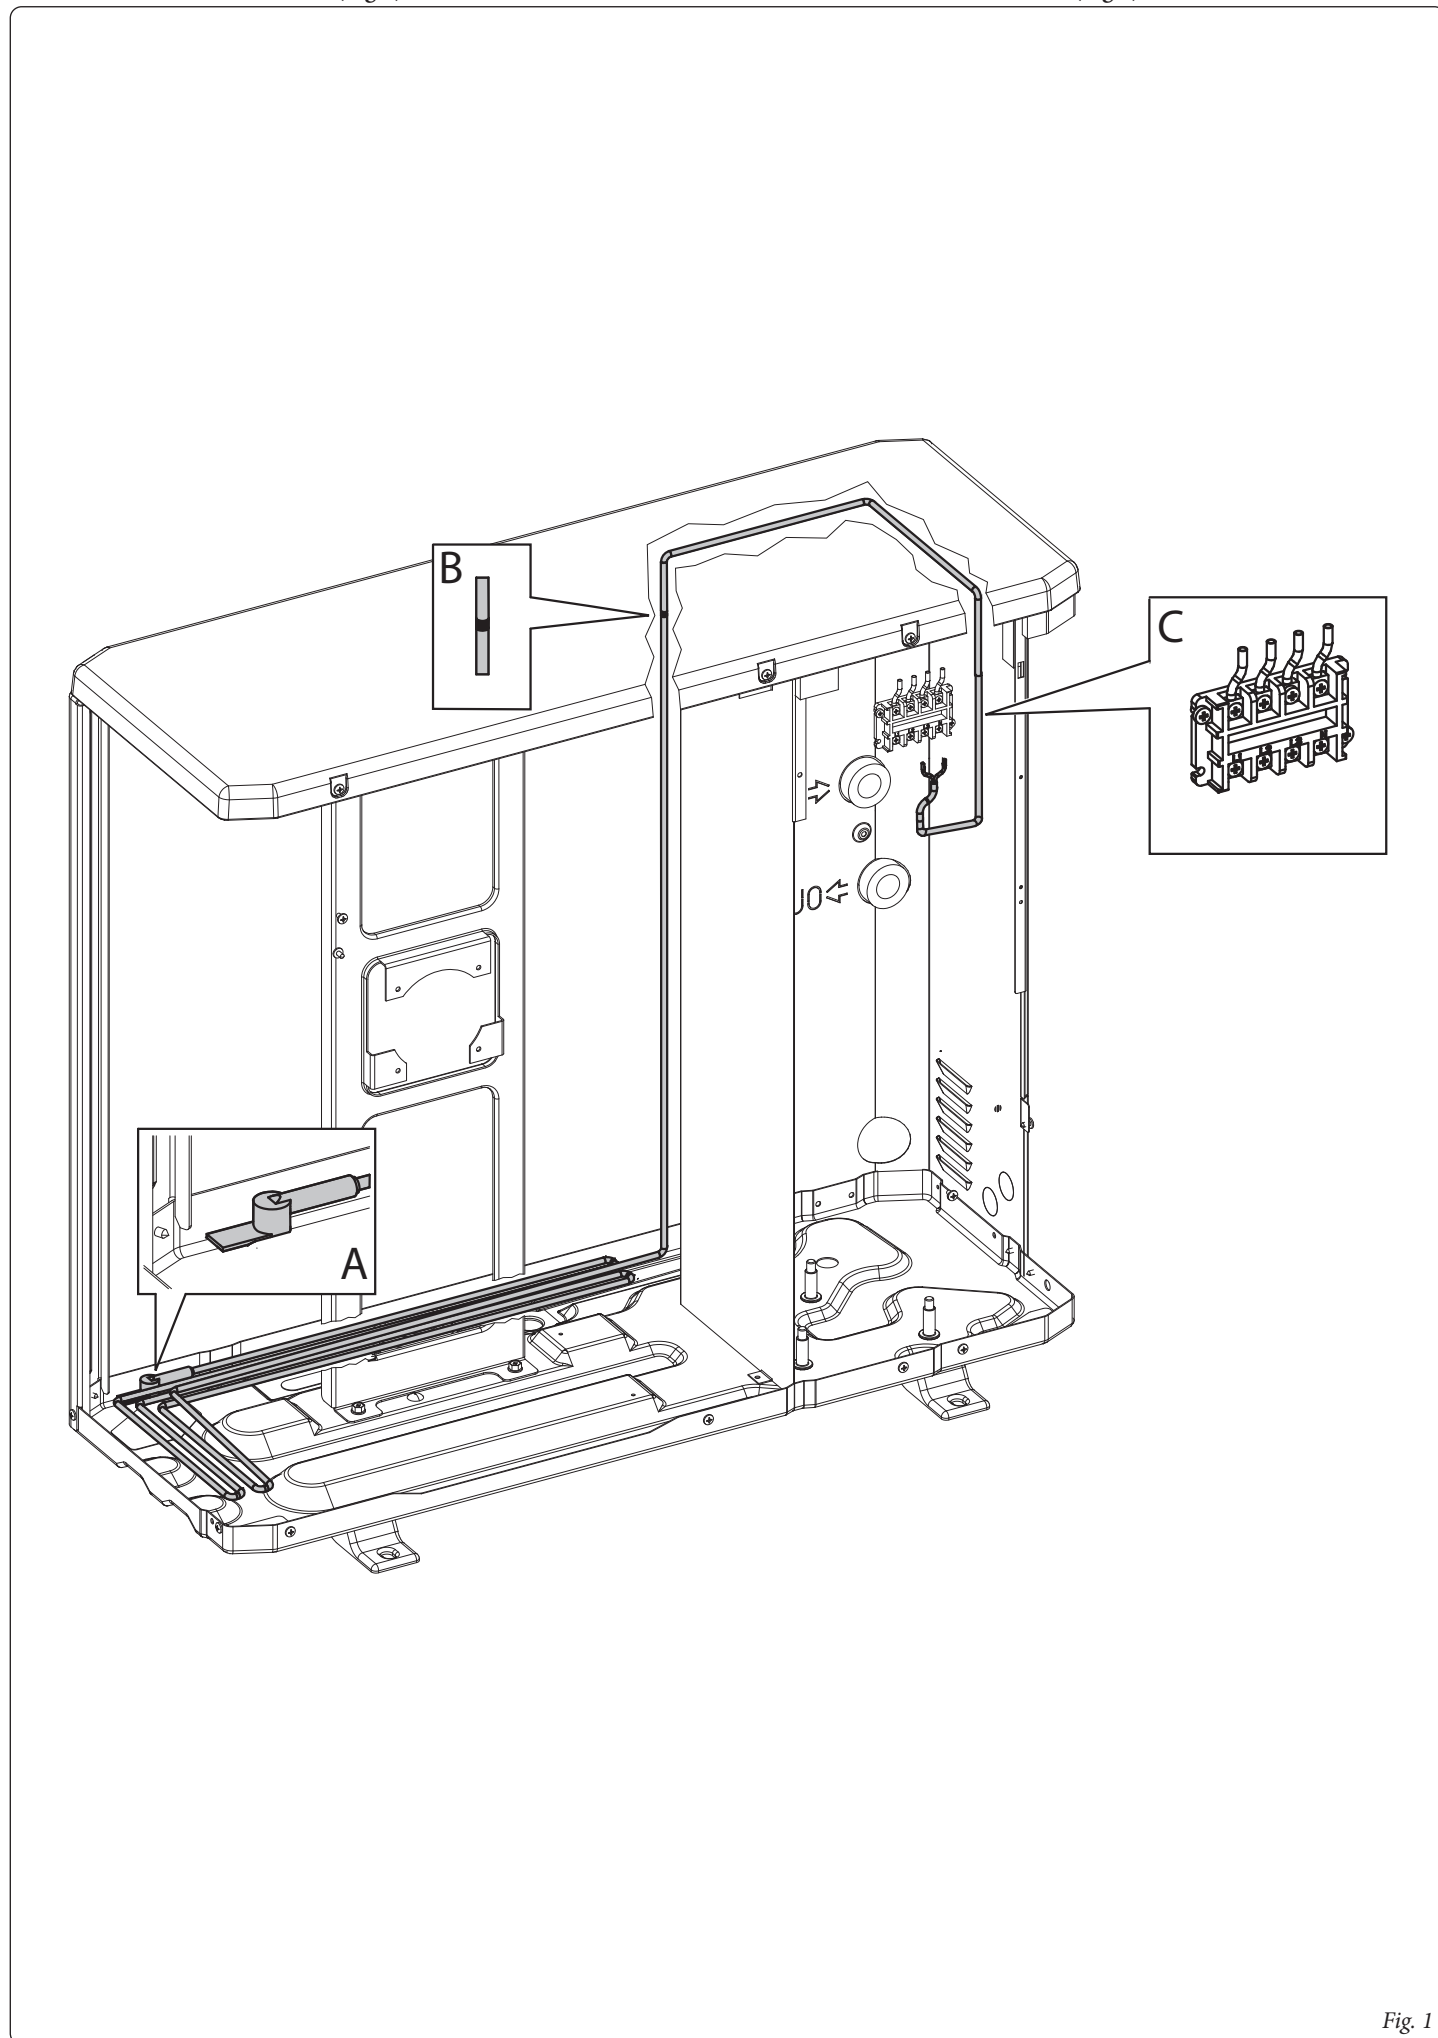

Fig. 1
### Modelli Audax 6 - 8 - Audax Pro 4 - 6 V2 (Fig. 1).
- Stendere il cavo scaldante secondo il percorso illustrato in Fig. 1.
### Models Audax 6 - 8 - Audax Pro 4 - 6 V2 (Fig. 1).
- Lay the heating cable according to the path shown in Fig. 1.
Audax 6 - 8 - Audax Pro 4 - 6 V2 (Fig.1).